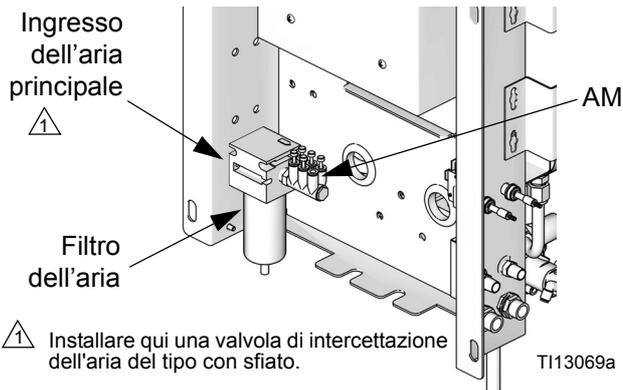
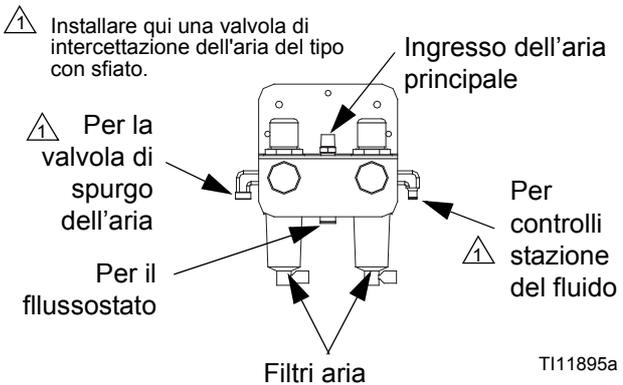

FIG. 7 Ingresso alimentazione aria supporto a parete
FIG. 8 RoboMix - Controllo alimentazione aria
2. Installare una valvola di intercettazione dell'aria del tipo a spurgo sull'ingresso del filtro aria di controllo. Vedere FIG. 7 per i sistemi di montaggio a parete e FIG. 8 per i sistemi RoboMix.
Utilizzare una linea di alimentazione dell'aria di spurgo per la valvola di spurgo dell'aria (APV). Non collegare la valvola di spurgo all'alimentazione dell'aria principale dell'unità o al collettore dell'aria (AM, FIG. 7), per non contaminare le elettrovalvole, le linee di comando pneumatico o l'alimentazione aria principale dell'unità con il fluido se la valvola di spurgo dell'aria (APV) e la valvola di ritegno (CV) presentano un guasto.